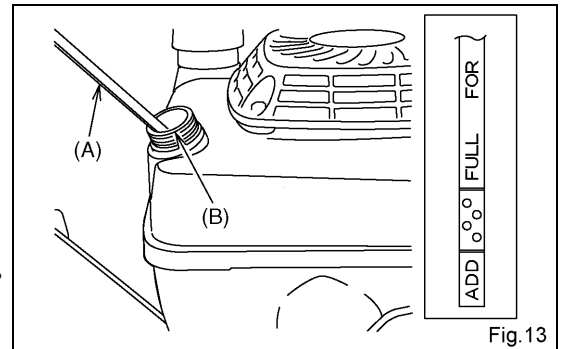

Fig.13
- (1) 給油プラグ（オイルキャップ）の回りをきれいに清掃して下さい。
- (2) 給油プラグをゆるめて給油口（B）から取り外し、オイルゲージ部分（A）をきれいな布で拭いて下さい。（Fig.13）
- (3) 給油口からエンジンオイルをゆっくり注ぎ込んで下さい。